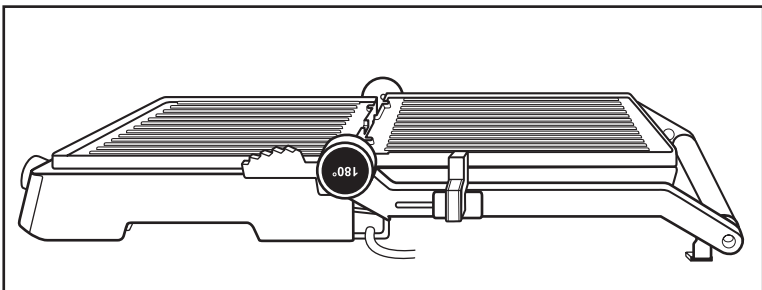

Fig. 2
- 3) Varmepladerne ❷ ligger nu ved siden af hinanden og kan bruges som bordgrill (fig. 2).